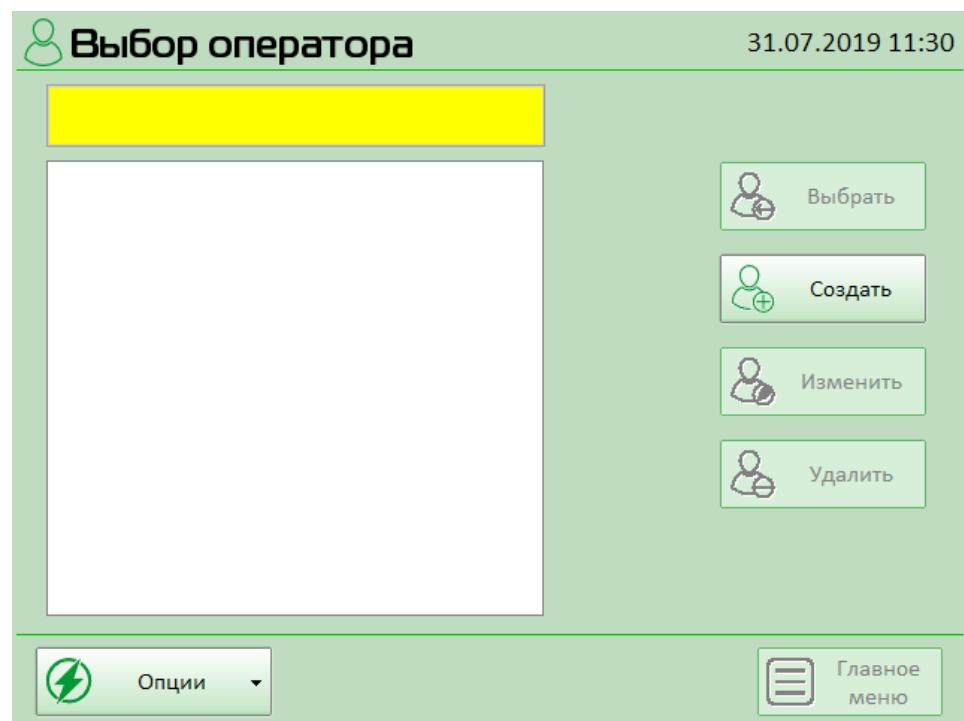

Рисунок 8
- 13.4.6 При успешном прохождении самотестирования появится окно «Выбор оператора» (Рисунок 8).